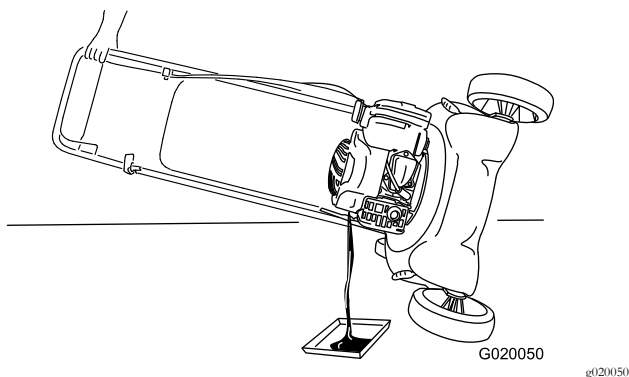

Figura 20
4. Ponga la máquina de lado (con el filtro de aire hacia arriba) para drenar el aceite usado del tubo de llenado de aceite (Figura 20).